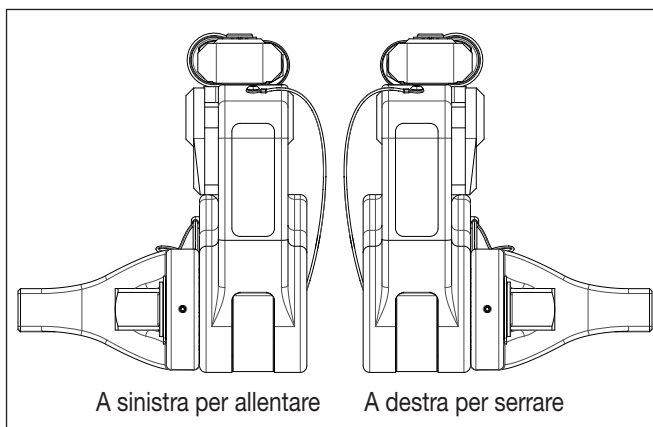

Figura 9: Orientamenti dell'unità per allentare/serrare
- Per serrare bulloni, installare l'adattatore quadro come illustrato nella Figura 9.